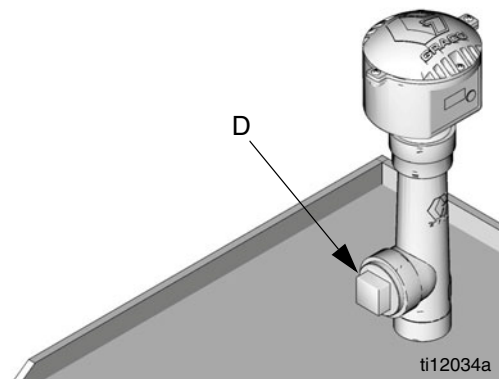

FIG. 7
La abertura (D) no debe utilizarse como un orificio de llenado para aceite. Vea FIG. 7.